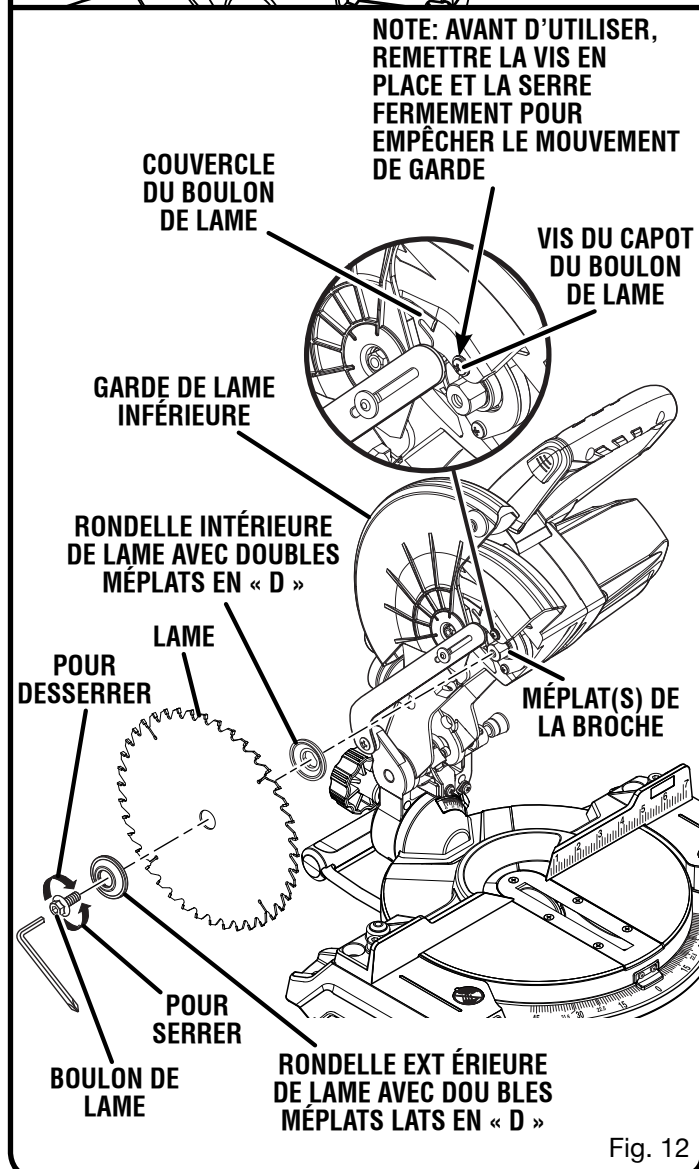

Fig. 12
- Engager la lame dans la garde inférieure et sur la broche. Les dents doivent être orientées vers le bas à l'avant de la lame, comme le montre la figure 12.